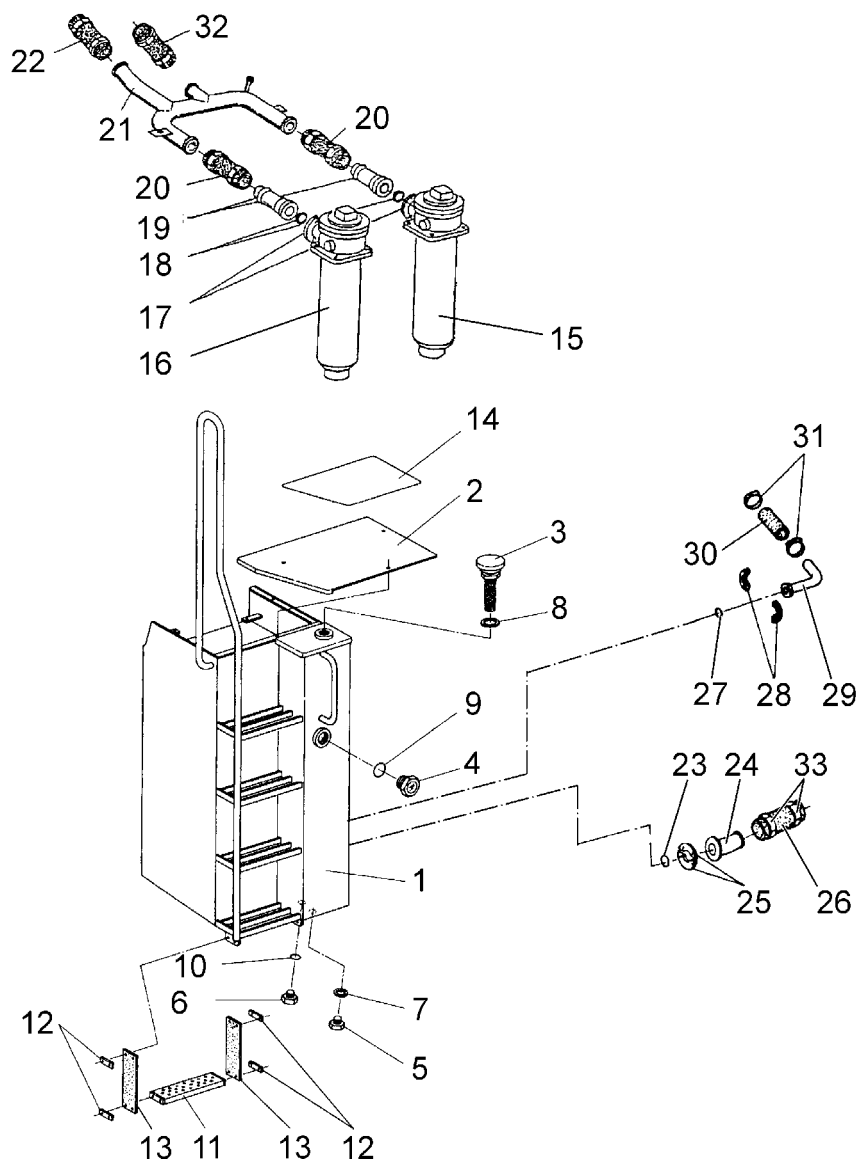

Рис. 10Е.1. Бак гидросистемы с фильтрами
2. ОПИСАНИЕ И ДЕЙСТВИЕ (РИС. 10Е.1.)